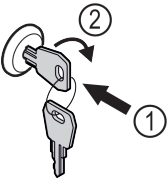

Fig. 143
- ▶ Introducir la llave Fig. 143 (1).
- ▶ Girar la llave 90° en sentido horario Fig. 143 (2).